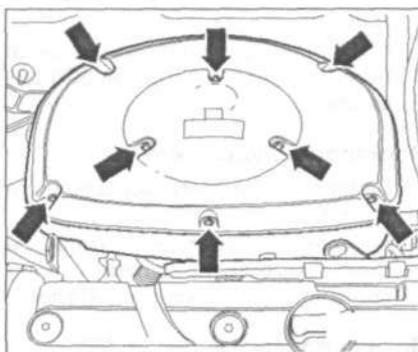

Рис. 2.2. Открутите болты (стрелки).
5. Открутите болты (стрелки) (рис. 2.2).